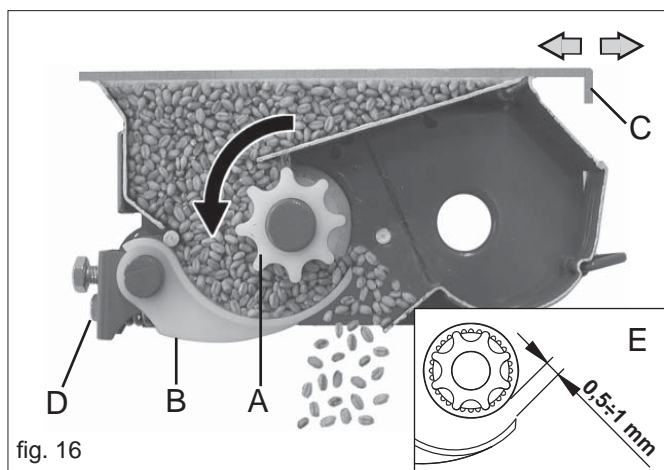

fig. 16
Les tâteurs (cf. B Fig. 16) positionnés correctement garantissent une distribution fluide et constante des graines.
- 3) moyennant la vis (D), régler la distance entre le tâteur et le rouleau de distribution à 0,5 ÷ 1 mm (cf. E Fig. 16).
Les lames de fermeture des bouches (cf. C Fig.16) de sortie de la graine de la trémie ont **deux positions de réglage**: